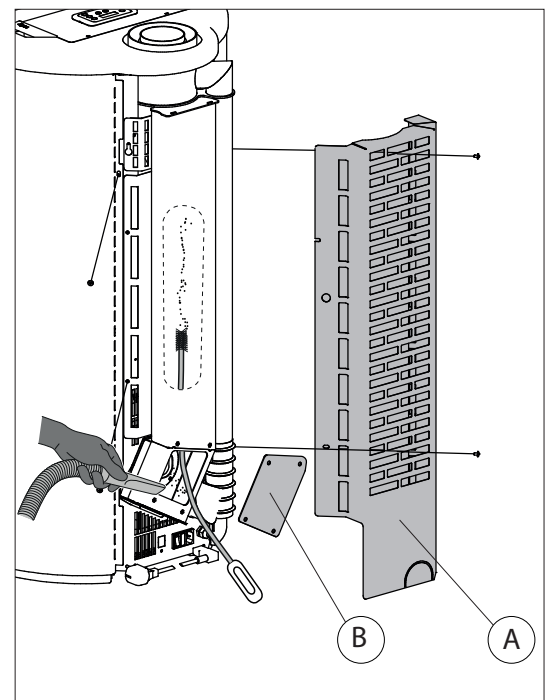

Fig. 6.1.3
6.1.4 PULIZIA DEL CONDOTTO DI EVACUAZIONE FUMI DELLA STUFA (Fig. 6.1.3)